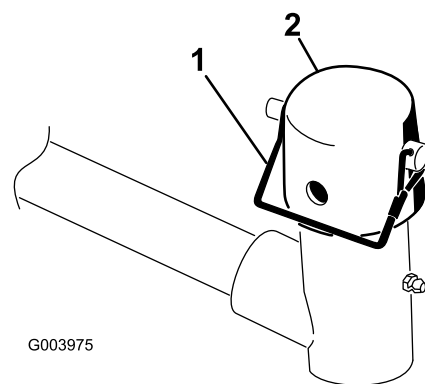

Bild 7
7. Nehmen Sie den Einraststift und die Kappe vom Gelenkjoche des Hubarms ab (Bild 7).
11. Befestigen Sie die Kappe und den Trägerrahmenschaft mit dem Einraststift am Hubarmjoch. Verwenden Sie den Schlitz, wenn Sie das Mähwerk lenken möchten, oder das Loch, wenn Sie das Mähwerk arretieren möchten (Bild 7).